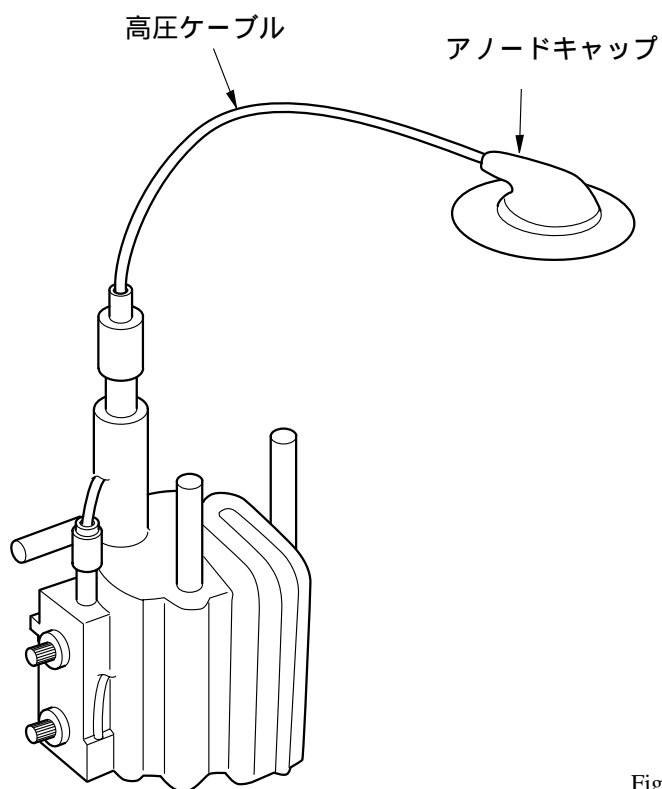

Fig. 3-3
- (3) 高圧ケーブルのくせをとり、ねじれない様に配線処理を行う。(Fig 3-3参照)